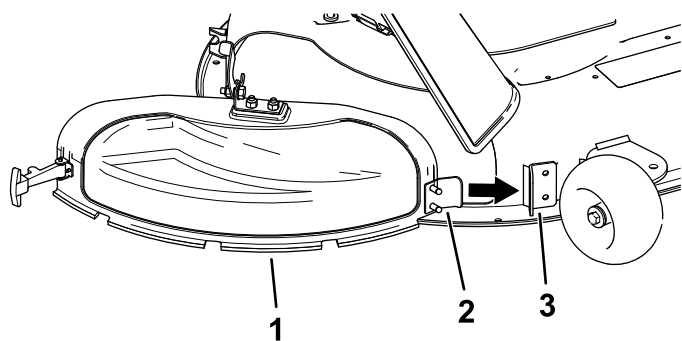

図 13
3. 排出口カバーについている金属製のタブを、デッキに溶接されているブラケットのスロットに取り付ける図 13。